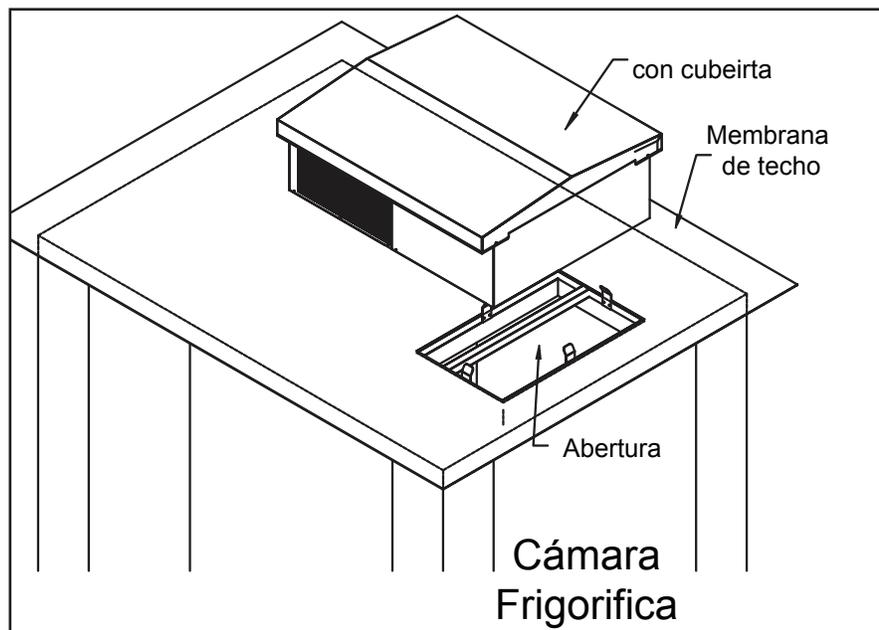

Figura 3
4. Ubique el sistema de refrigeración sobre la abertura en el cuadro portador. Es posible que se requieran algunos ajustes que consisten en doblar el divisor de la sección del techo levemente hacia adelante o hacia atrás. Esto evitará cualquier ciclo corto de descarga y devolverá el aire. Retire el gabinete de la parte de la unidad de condensación del sistema y taladre dos orificios de 9/16" (12 mm.) a través de la placa de base de la unidad de condensación, del material de la membrana del techo y de la sección del techo revestida. Los agujeros deben estar en los costados opuestos de la unidad. Inserte una varilla roscada de nylon de 1/2" (1,25 cm) en cada agujero. Aplica sellador de silicona alrededor de cada roscada de nylon y agujero, y coloque una arandela y una tuerca en el fin de la unidad condensadora de la varilla roscada de nylon. Coloque una segunda arandela y tuerca en el interior de la cámara y ajústelos firmemente. Reemplace el contenedor y asegure la cubierta de exterior con los tornillos provistos. Vea la figura 3. Las varillas de nylon, arandelas y tuercas están provistas.